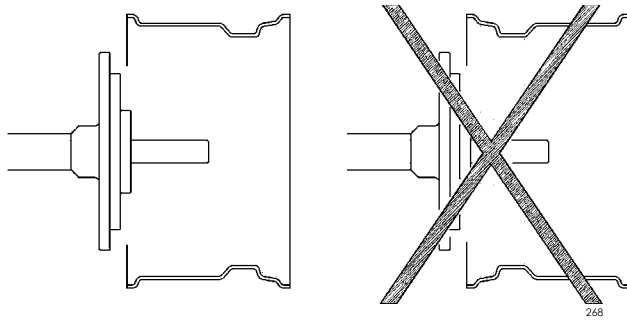

Fig.18
D. Bloquer la roue sur l'arbre au moyen de la bride spéciale en vérifiant que le canal de la jante soit tourné vers l'extérieur de la machine (Fig.18).